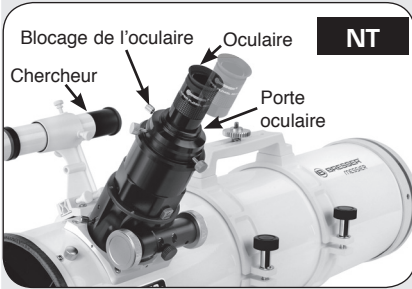

Fig. 10a: Insertion de l'oculaire dans le porte oculaire du télescope
- Insérez l'oculaire: modèles Newton (Fig. 10a): ôtez le cache poussière du tube porte oculaire (Vous le remettrez en place dès la fin de la séance d'observation). Dévissez la vis de blocage de l'oculaire située à l'extrémité du tube porte oculaire (1, Fig. 1a) et insérez-y l'oculaire 25mm fourni (3, Fig. 1a). Sans forcer, bloquez-le en resserrant la vis de blocage.